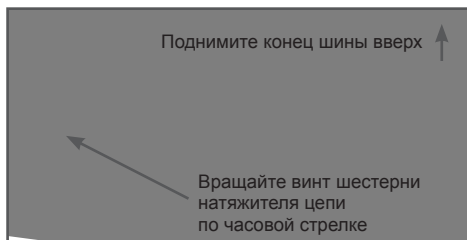

Рис. 5 Регулировка натяжения цепи
2. Вращайте винт шестерни натяжителя цепи по часовой стрелке до тех пор, пока цепь не будет плотно прилегать к нижней части шины (Рис. 5).